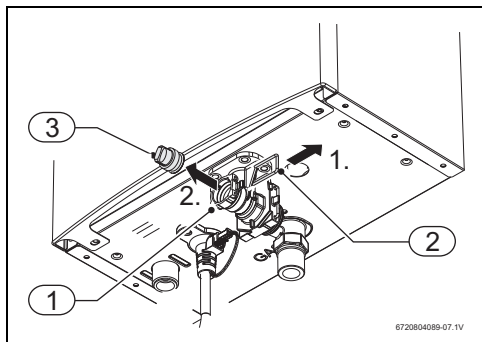

Fig. 10 Tornillo de purga
- El aparato no deberá instalarse en lugares cuya temperatura ambiente pueda ser inferior a 0 °C. En caso de que exista riesgo de congelación, desconecte y purgue el aparato (→Fig. 10).